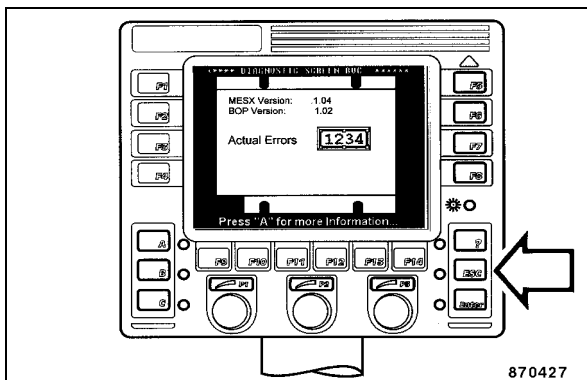

fig. 199
- Appuyer sur "ESC" (fig. 199) pour quitter la page avec les codes de défauts actuels.